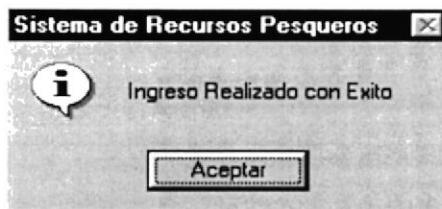

Figura 9.126 Mensaje de Ingreso
2. Si se guarda un trámite nuevo se mostrará el siguiente mensaje (ver figura 9.126).